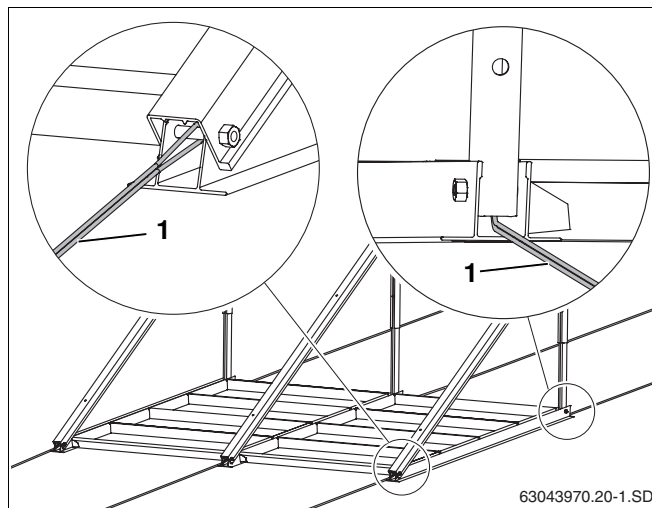

Fig. 28 Châssis avec fixation par câble
- ▶ Fixer chaque capteur sur site avec au moins 2 câbles fig. 28, **Pos. 1**) à la vis du profil inférieur et à l'emplacement approprié sur le toit.